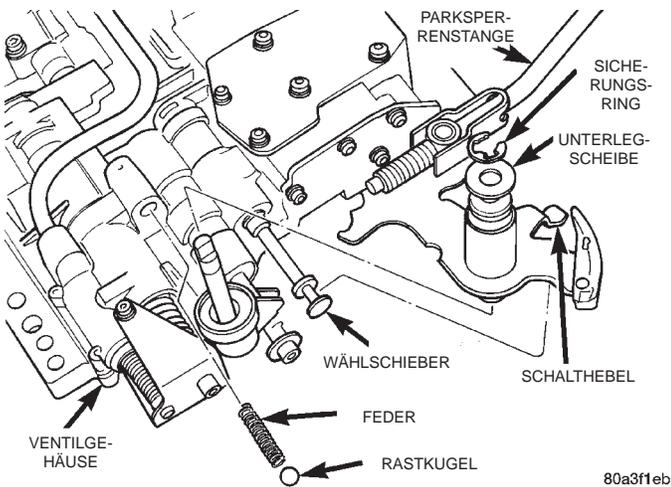

Abb. 66 Schalt- und Drosselhebel
(42) Drosselhebel durch die Kanalplattenseite des Ventilgehäuses einsetzen und nach oben führen (Abb. 66).
(44) Dichtring, Unterlegscheibe und Sicherungsring zur Führung der Schaltwelle im Ventilgehäuse montieren (Abb. 66).